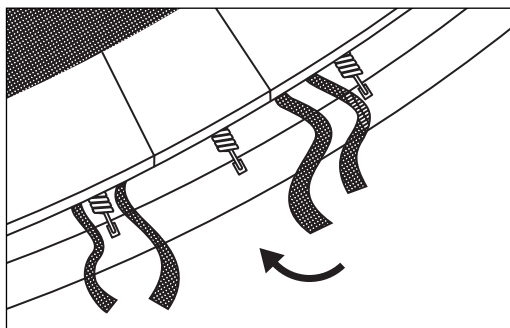

Fig. 5.1
- a) Ubique el acolchado del marco (2) con las advertencias hacia arriba sobre el trampolín de manera que los resortes y el marco de acero queden cubiertos. Asegúrese de que el acolchado del marco cubra todas las piezas de metal. Extienda las bandas elásticas (fig. 5.1) de modo que, cada dos bandas, una pase por un pie de soporte.